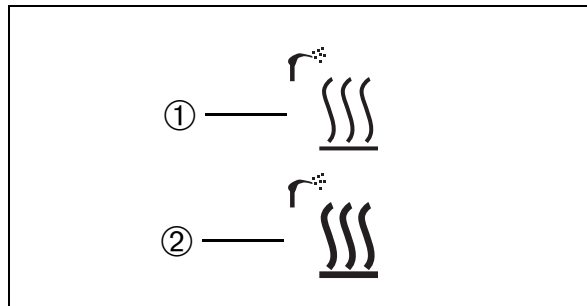

Abb. 22
Das abgebildete Symbol für die Spritzenheizung zeigt den ausgeschalteten Zustand der Heizung an ① (Abb. 22).
Ist die Heizung eingeschaltet, leuchtet das Symbol in voller Stärke ② (Abb. 22).